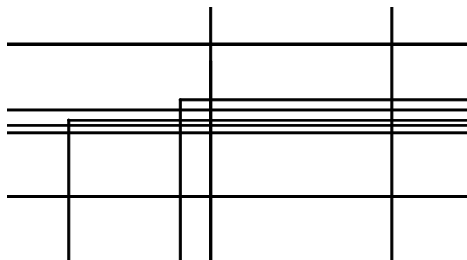

图 11-14 修剪中心线上方第 5 根水平线
2) 修剪水平线。选择圆角工具, 结果如图 11-14 所示。